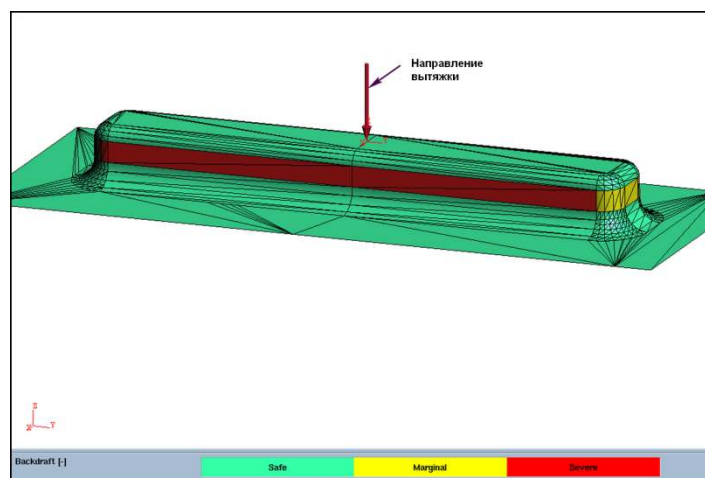

Рис. 4.3. Анализ углов стенок изделия относительно направления вытяжки
**Категория угла стенок вытяжки.** Целью этой категории является определение диапазона углов положения стенки вытягиваемого изделия относительно направления движения инструмента. Анализ определения таких углов можно выполнить как в NX, так и в AUTOFORM. Рекомендуемые значения углов могут находиться в широких пределах. Диапазон их изменения определяется геометрией детали и ее ориентацией в штампе (рис. 4.3).